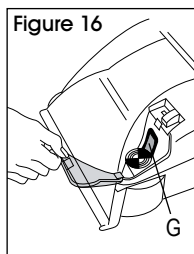

Figure 16
2. Remplacez le couvercle. (Voir Figure 16)